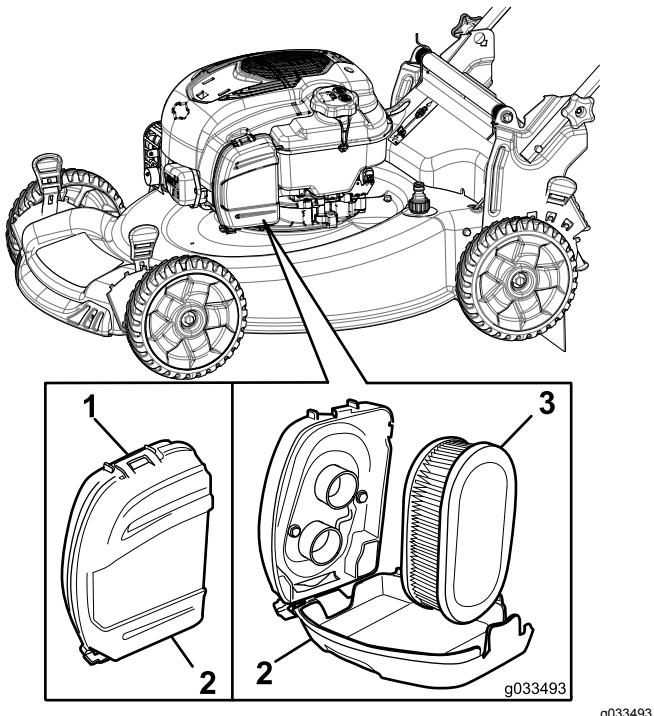

Figura 32
1. Sbloccate la parte superiore del coperchio del filtro dell'aria (Figura 32).
2. Rimuovete il filtro (Figura 32).